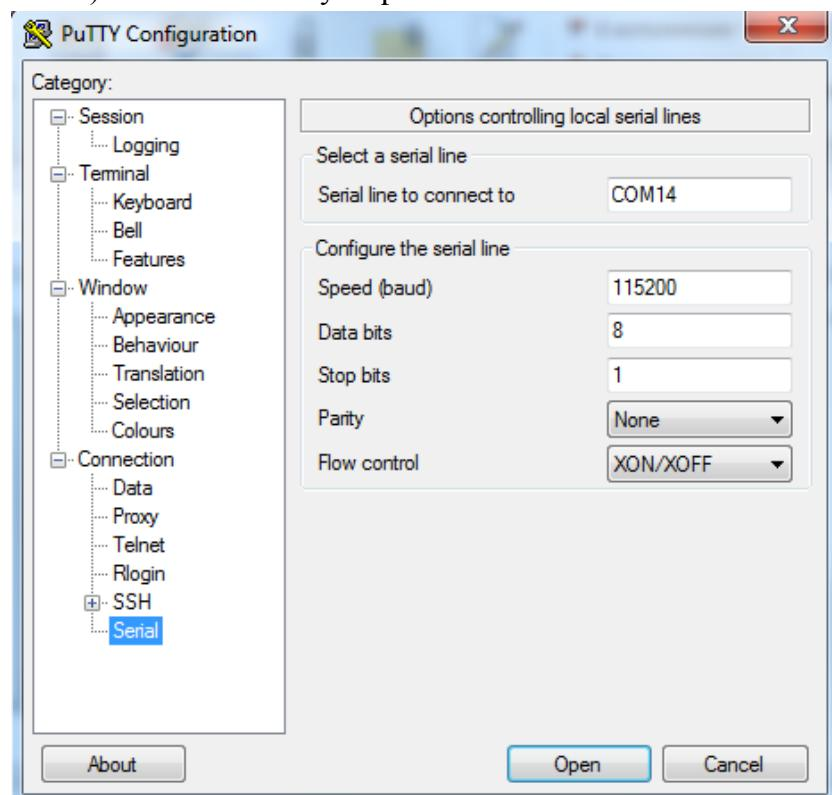

Рисунок 5. Установка параметров СОМ-порта
- в разделе «Serial» выбрать настройки: 115200 8; N; 1; (см. Рис. 5),
В открывшемся окне установить параметры соединения согласно Рис. 5 и нажать «Open».